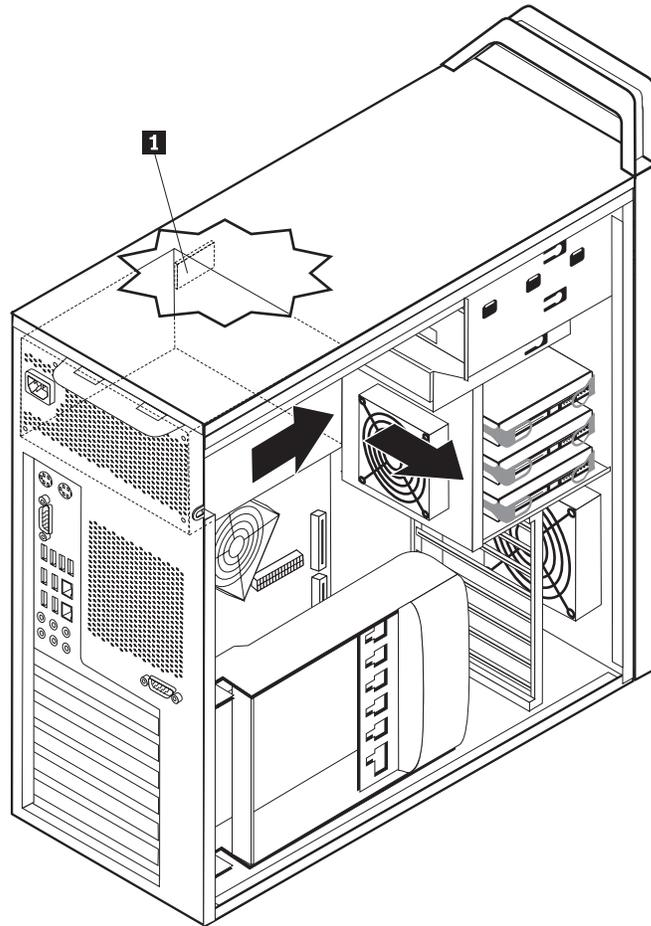

図 16. 電源機構の取り外し
6. 電源機構のラッチ **1** を押し下げます。電源機構をコンピューターの前面方向へスライドさせ、シャーシから取り外します。図 16を参照してください。